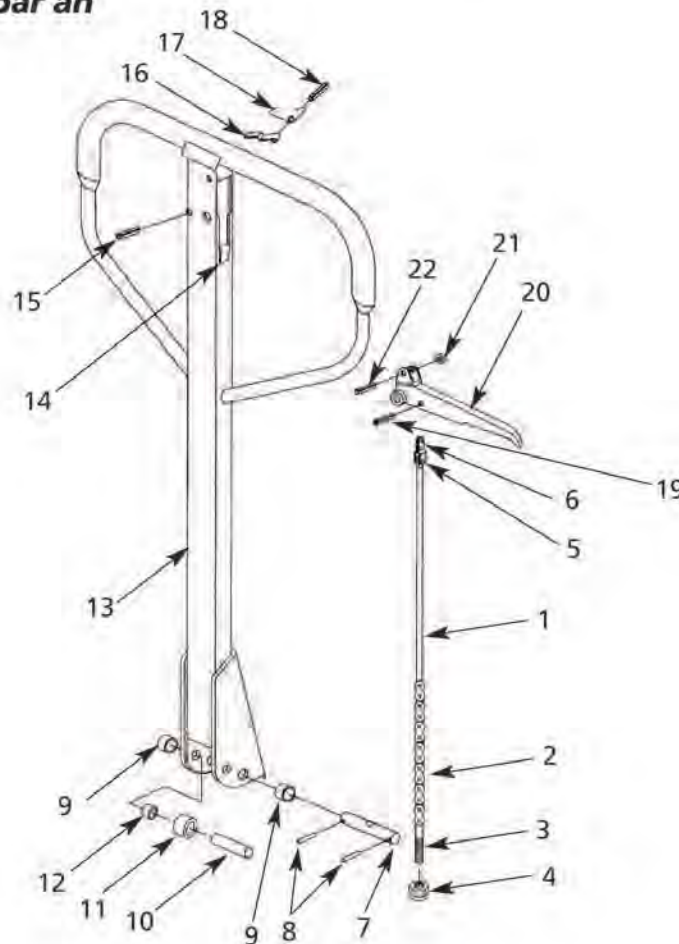

Figure 6 - Illustration des pièces détachées pour poignée de transpalette à losanges
– Pour 2PLH7, 2PLH9, 11K277 et 11K278 – Tourner l'écrou de réglage (no de réf. 4, Fig. 6) et/ou le boulon (no de réf. 7, Fig. 9) dans le sens horaire pour ajuster.
– Pour 2PLH7, 2PLH9, 11K277 et 11K278 – Tourner l'écrou de réglage (no de réf. 4, Fig. 6) et/ou le boulon (no de réf. 7, Fig. 9) dans le sens antihoraire pour ajuster.